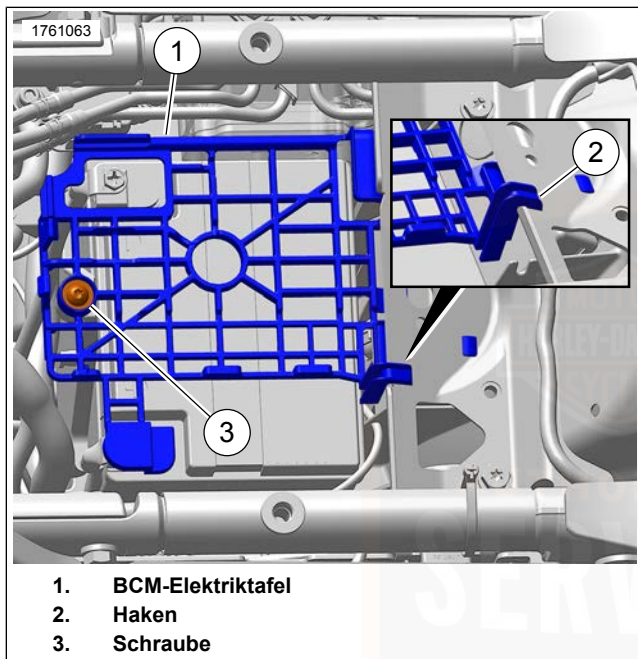

Abbildung 117. Ausbau/Einbau der BCM-Elektriktafel
9. Siehe Abbildung 117 . Die Schraube (3) und die BCM-Elektriztafel (1) entfernen.
7. Siehe Abbildung 117 . Die BCM-Elektriktafel (1) einbauen. Sicherstellen, dass der Haken (2) oben an der Rahmenlasche einhakt.
8. Die Schraube (3) anbringen. Festziehen.